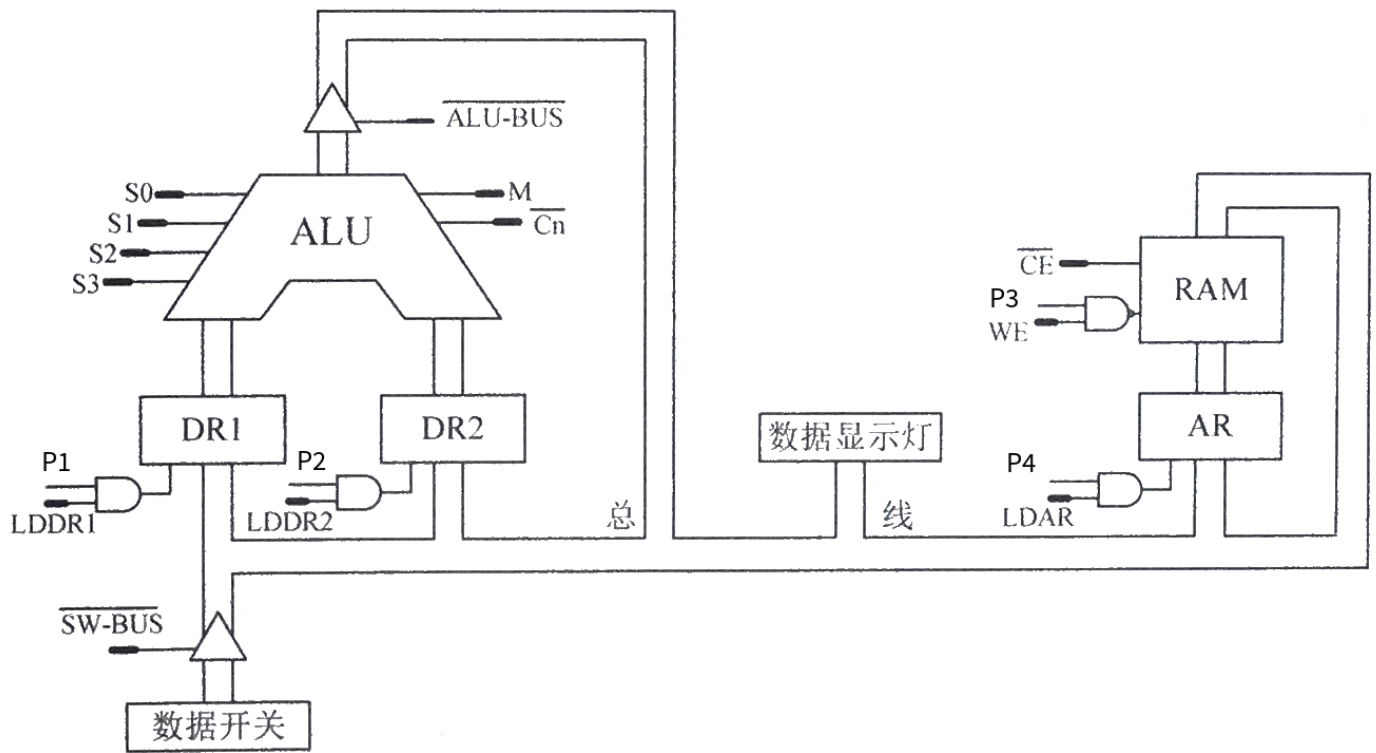

图 1 数据通路实验原理图
- (1) 75H 写入 DR1，28H 写入 DR2：将 SW7~SW0 置为 01110101，打开三态门 $\overline{SW} - \overline{BUS}=0$ ，数据送入总线，观察总线指示灯 D7~D0；LDDR1=1，发出脉冲 P1，数据存入 DR1，双击 DR1，察看锁存内容[图 1]；复位 LDDR1=0， $\overline{SW} - \overline{BUS}=1$ 。如法炮制，将 28H 写入 DR2；
此处请贴[图 1]